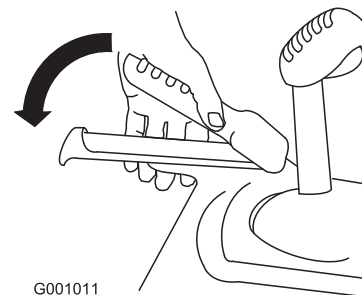

Figure 14
3. Serrez le levier gauche (de transmission) contre la poignée (Figure 14).
- 6. Serrez le levier gauche (de transmission) contre la poignée (Figure 14).